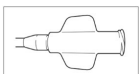

Figura 2: Accesorio de irrigación
2. Si es necesario irrigar, conecte el accesorio de irrigación a la jeringuilla suministrada, que debe estar llena de la solución salina estéril (figura 2).